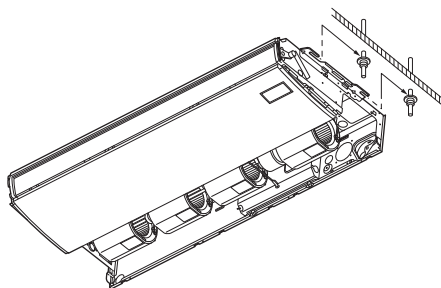

Fig. 3-14
- b) Sollevare l'unità interna e posarla sulle rondelle attraverso le tacche, quindi fissarla in posizione. (Fig. 3-14)